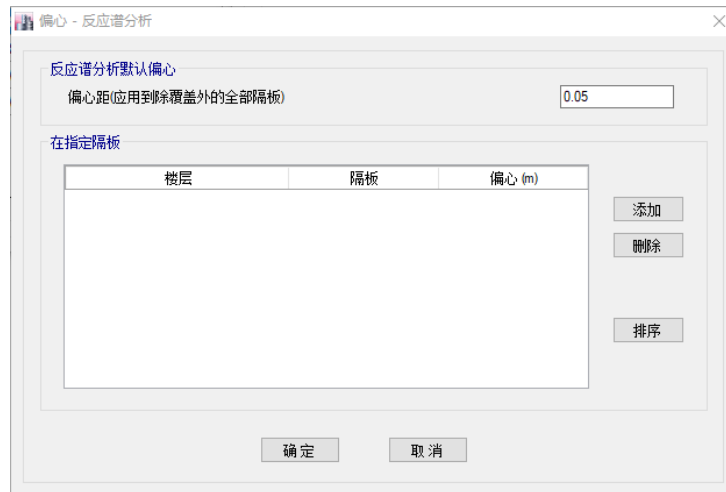

图 5-23 隔板偏心设置对话框
- 6) 点击**隔板偏心**项的**修改/显示**按钮，在弹出的隔板偏心设置对话框中，输入 0.05 的偏心，如图 5-23 所示。点击**确定**按钮，关闭隔板偏心设置对话框。